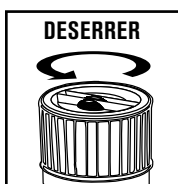

FIGURE 24
36. Pour déposer la cartouche filtrante et la nettoyer, immobiliser le couvercle de la cuve et tourner à gauche la fixation de la cartouche filtrante. Sortir ensuite la cartouche filtrante de la cage du filtre. **FIGURE 24, 25.**